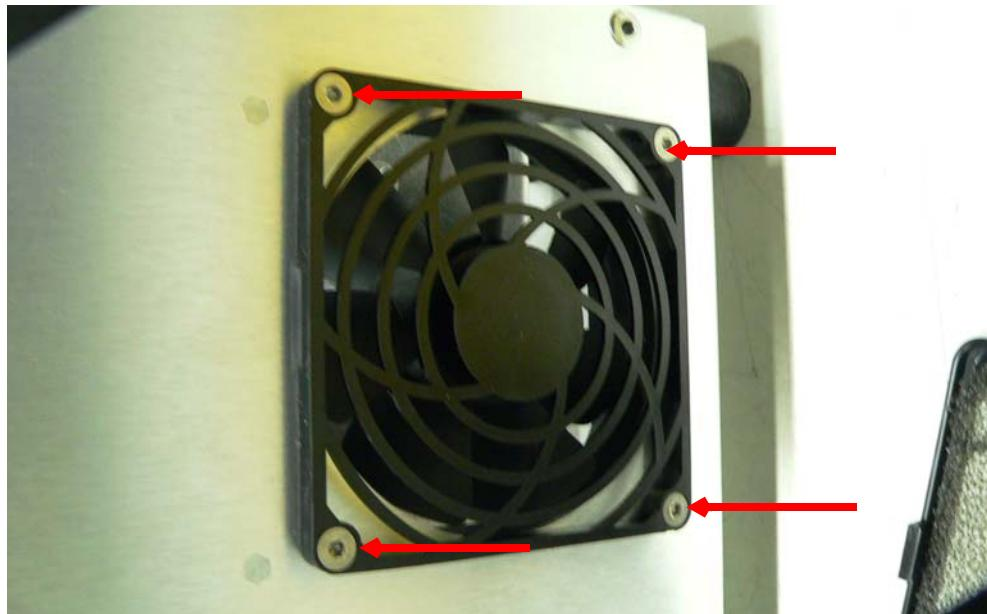
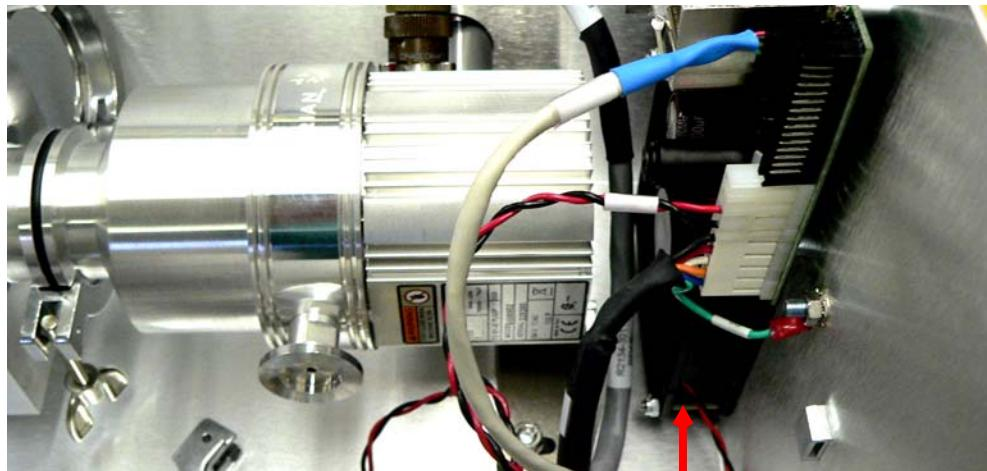

图 B-12 风扇外部螺丝
图 B-13 风扇垫圈/螺母/垫片
6. 卸下设备外侧的四 (4) 颗 M2.5 螺丝 (图 B-12)，固定设备内侧的各配套螺母。确保一旦松开后，每套垫圈/螺母/垫片不会滚入设备内 (图 B-13)。